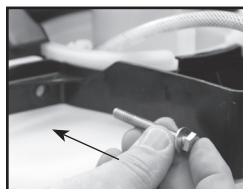

Figure 8
- 9) Remontez l'assemblage du cadre au réservoir du pulvérisateur. Utilisez une clé à douille sur le boulon et l'écrou pour les serrer (Fig. 8).